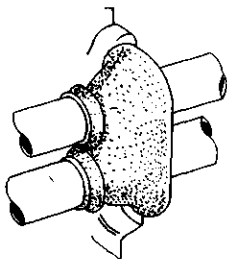

图 5-31 安装管子
12) 在管子上涂凡士林油, 以使其顺利穿过凸缘接头, 如图 5-31 所示。注意: 摆正橡胶凸缘的位置。
4) 在管子上涂凡士林油, 以使其顺利穿过凸缘接头, 见图 5-31 所示。注意: 摆正橡胶凸缘的位置。